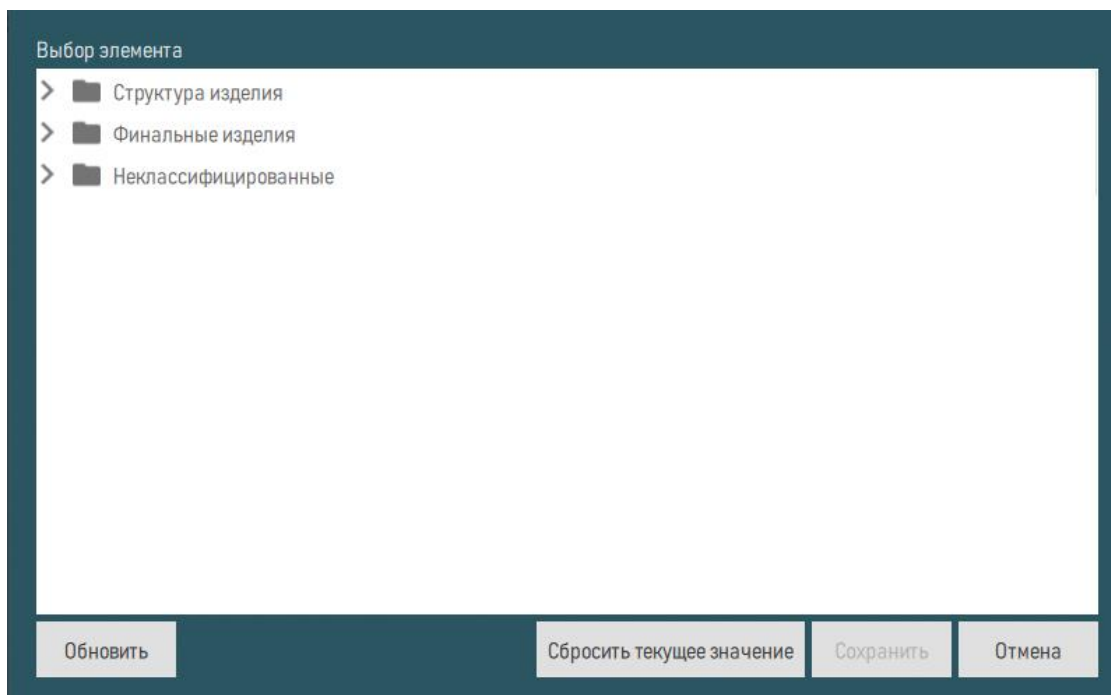

Рисунок 254 – Выбрать отказывающий элемент из дерева структуры изделия
- 7) Выбрать отказывающий элемент из дерева структуры изделия (см. рисунок 254). Конструктивный отказ может быть связан с одним отказавшим компонентом в структуре изделия.